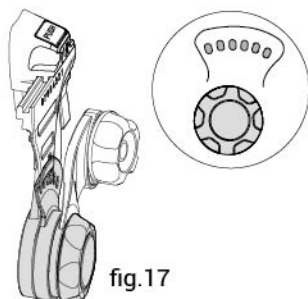

fig.17
- For å justere hvileposisjonen og rotasjonsområdet, løsne strammeknotten, dreii spaken til 1 av de 3 posisjonene og stram til strammeknotten (se fig.17).